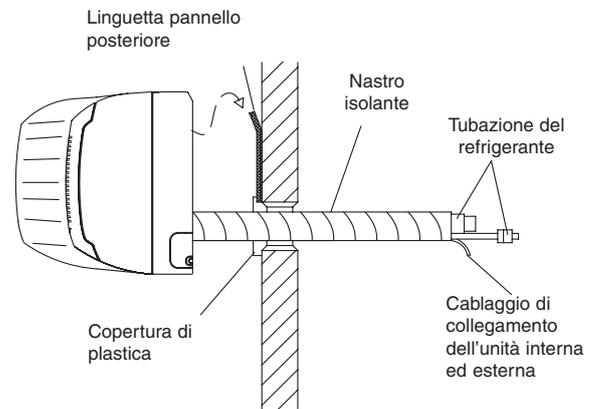

Fig. 3-29
- (1) Sagomare la tubazione del refrigerante in modo che possa passare agevolmente nel foro. (Fig. 3-29).
- (2) Dopo aver eseguito una prova di tenuta, avvolgere assieme la tubazione del refrigerante e il tubo flessibile di scarico usando del nastro isolante. Il tubo flessibile di scarico dovrebbe essere posizionato sotto i tubi del refrigerante, concedendogli uno spazio sufficiente per evitare che sia sottoposto a tensioni eccessive.
- (3) Spingere i cavi, la tubazione del refrigerante e il tubo flessibile di scarico attraverso il foro nella parete. Regolare l'unità interna in modo che sia poggiata correttamente sul pannello posteriore.